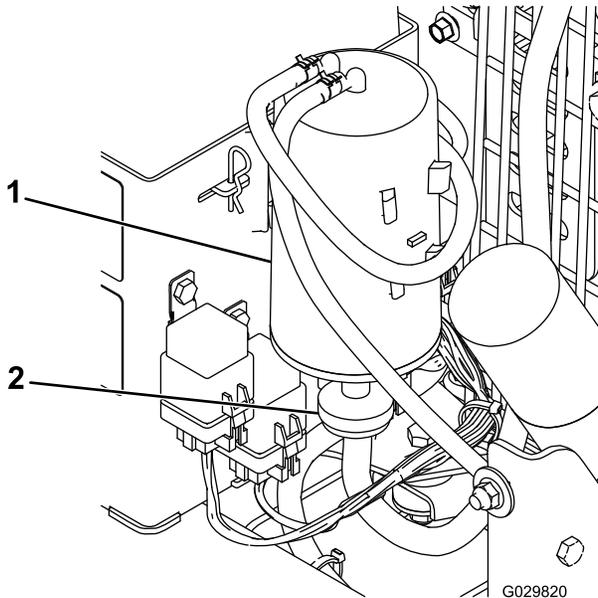

Bild 13
2. Entfernen und werfen Sie den Aktivkohlefilter weg (Bild 13).